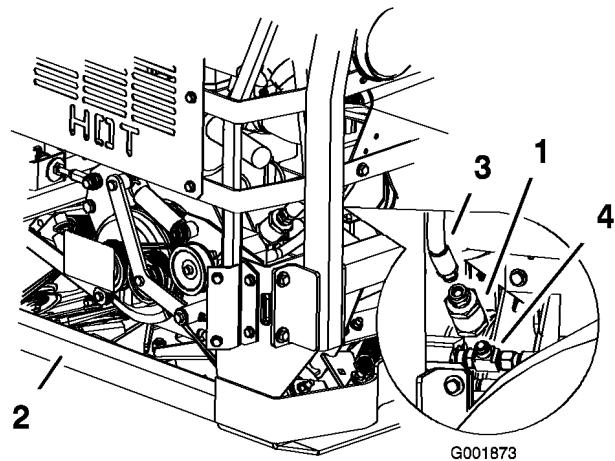

Bild 68
- Stellen Sie ein Auffanggefäß unter den Filter, nehmen Sie den Hydraulikschlauch vom Filter ab (Bild 68).
- Nehmen Sie den Hydraulikfilter des Lüfters vom T-Anschluss unten am Filter ab (Bild 68).
- Setzen Sie den Filter auf den T-Anschluss unten und den Hydraulikschlauch oben (Bild 68).